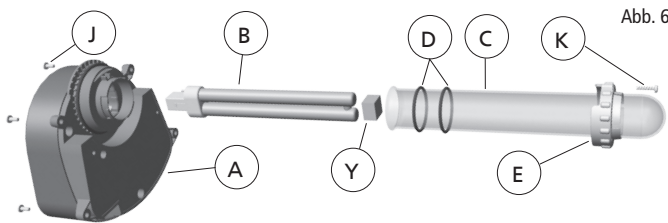

Abb. 6
**Wechsel der UV-C-Lampe:** Um die optimale Leistung beizubehalten, sollte die UV-C-Lampe (B) jedes Jahr erneuert werden. Die ideale Zeit dazu ist der Frühling, während der vorsaisonalen Teichwartung.
**Reinigung der Quarzröhre:** Obwohl nur gefiltertes Wasser durch den UV-C Teil des Pressure-Flo Filters fließt, kann sich Kalk auf der Quarzröhre (C) ablagern, was die Leistung der UV-C-Lampe (B) mindern könnte. Es ist empfehlenswert, die Quarzröhre (C) regelmäßig zu überprüfen und zu reinigen. Wie oft diese gereinigt werden muss, hängt von den Teichbedingungen ab. Um an die UV-C-Lampe (B) und die Quarzröhre (C) heranzukommen, gehen Sie wie folgt vor:
4. Entfernen Sie den UV-C-Kopf (A) (Abb. 6) aus dem Filter, indem Sie die 4 Schrauben (J) lösen, mit denen der UV-C-Kopf an dem Filterdeckel (G) angeschraubt ist. Der UV-C-Kopf ist mit Sicherheitsschrauben ausgerüstet, damit die Schrauben nicht abfallen können. Sie müssen die Schrauben also nicht vollständig abdrehen. Drehen Sie sie so weit, bis der UV-C-Kopf locker ist.